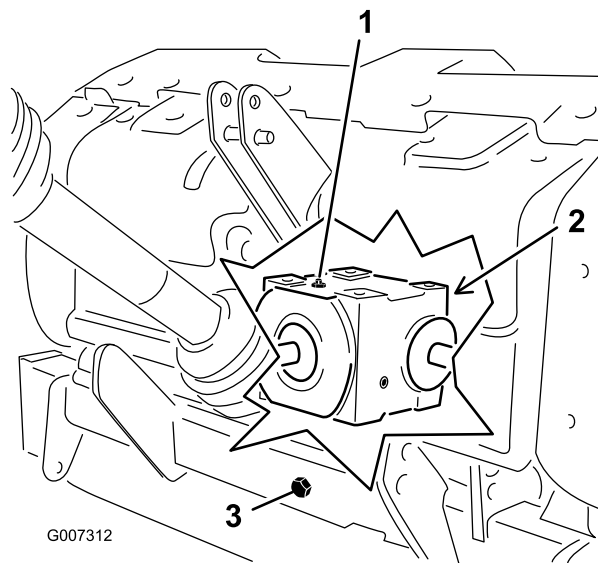

Figura 31
2. Retire el tapón de verificación de la caja de engranajes (Figura 31).
3. Asegúrese de que el aceite llega hasta la parte inferior del orificio del tapón de verificación de la caja de engranajes (Figura 31).
- Limpié cualquier suciedad del tapón de llenado y del tapón de vaciado para evitar cualquier contaminación (Figura 31).